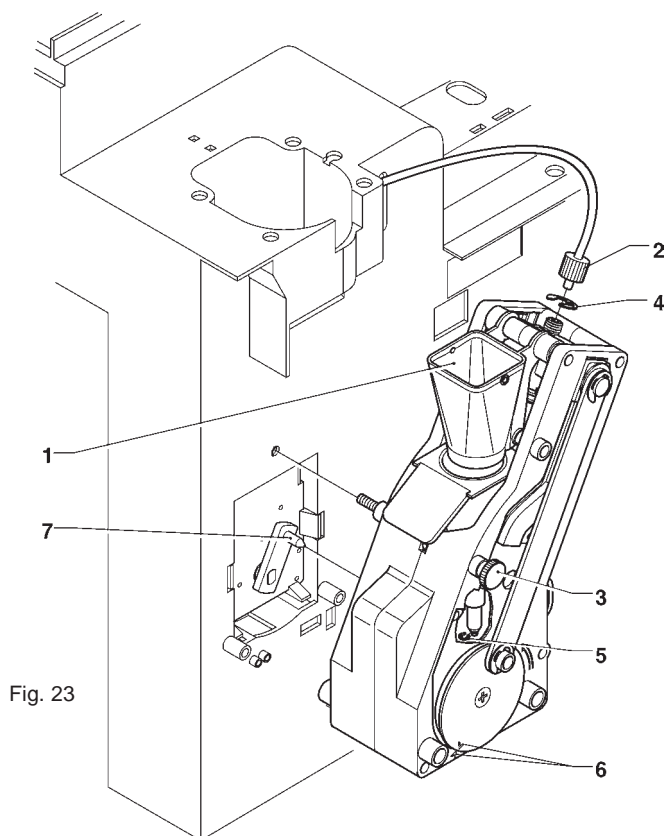

Fig. 23
- desligar do pistão superior o tubo de teflon de ligação com a caldeira, tomando o cuidado de não perder a junta (ver a fig. 23);
- desmontar o funil do café (ver a fig. 23);